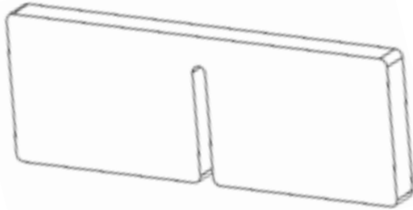

Abbildung 23
1. Suchen Sie die zwei (2) Schaumstoffabstandshalter. Wie sie aussehen, sehen Sie in Abbildung 23.